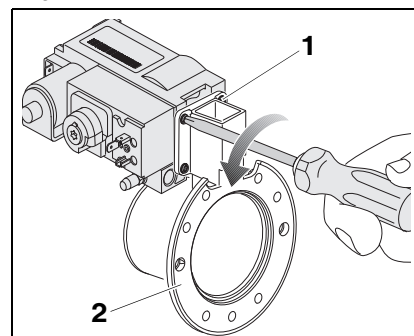

Fig. 10
- Allentare le 4 viti (fig. 10, pos. 1) ed estrarre la valvola del gas dal tubo Venturi (fig. 10, pos. 2).
- Desapertar os 4 parafusos (fig. 10, pos. 1) e retirar a válvula de gás do Venturi (fig. 10, pos. 2).